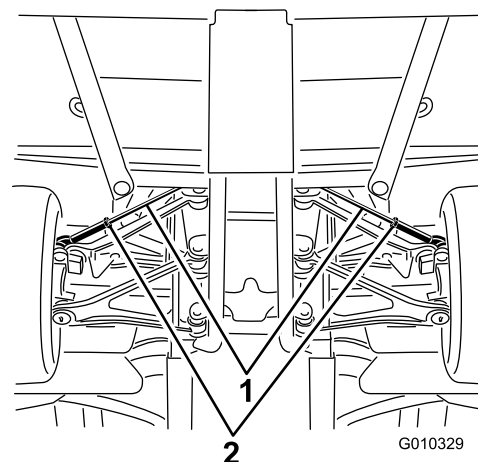

Figura 59
- A. Allentate il controdamo al centro del tirante (Figura 59).